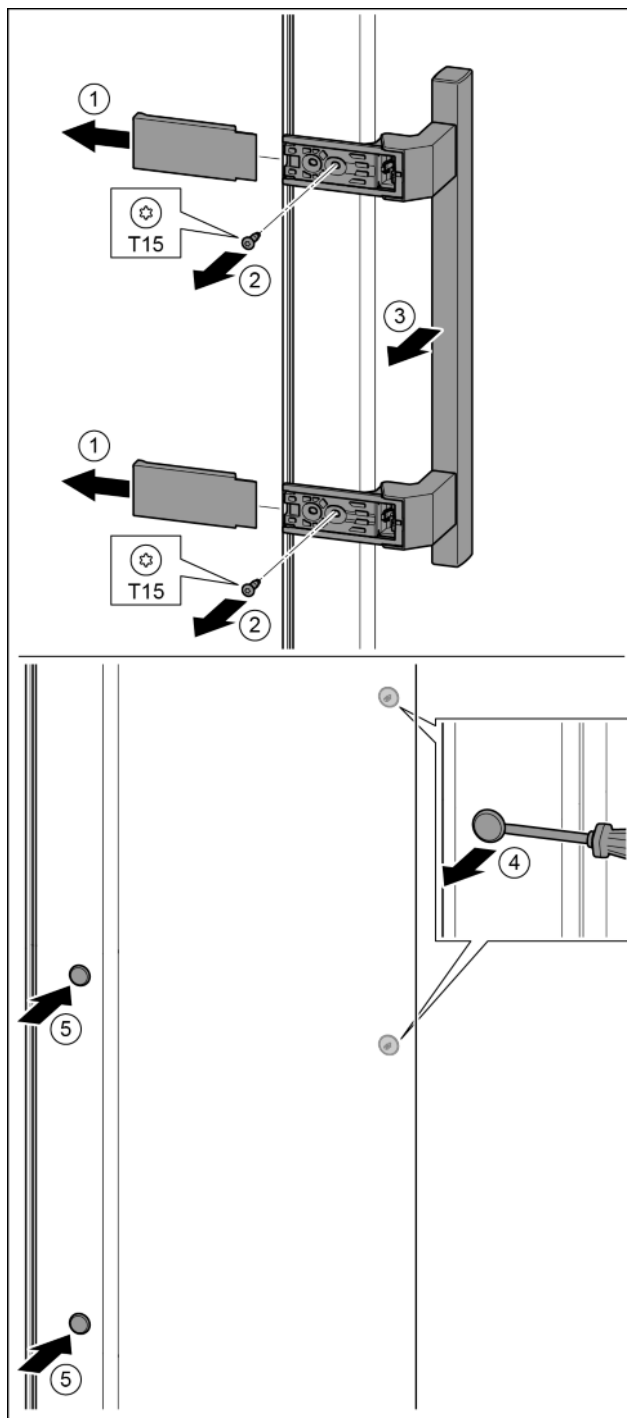

Fig. 19
- Noņemiet pārsegu. Fig. 19 (1)
- Ar skrūvgriezi T15 izskrūvējiet skrūves. Fig. 19 (2)
- Noņemiet rokturi. Fig. 19 (3)
- Uzmanīgi ar plakano skrūvgriezi paceliet un izvelciet ārā sānu aizbāzni. Fig. 19 (4)
- Ievietojiet atpakaļ aizbāzni otrajā pusē. Fig. 19 (5)